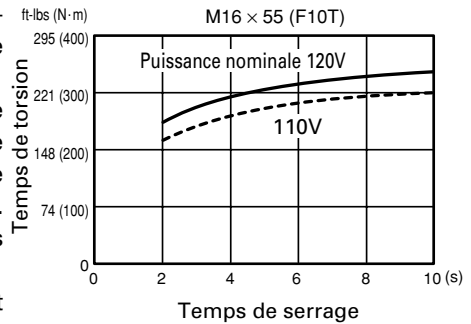

Fig. 5
1. Vérifier la tension secteur (Fig. 5)
Le couple de serrage diminue quand la tension secteur baisse. (Voir Fig. 5)
Le couple de serrage augmente quand le temps de fonctionnement augmente. Toutefois, le couple de serrage n'augmente pas au-dessus d'une certaine valeur, ceci même si l'appareil marche pendant longtemps. (Voir Fig. 5)
Le couple de serrage diffère selon le diamètre du boulon comme le représente le Fig. 5. En règle générale, un boulon de diamètre plus large nécessite un couple de serrage plus important.